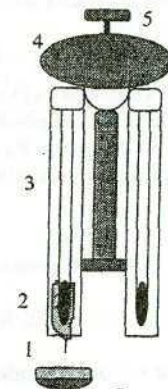

Рис. 16.
**Опис установки.** Психрометр Асмана (рис. 16), який використовують у цій роботі, складається з двох однакових термометрів 3 та механічного вентилятора 4. Резервуар із ртуттю одного термометра обгорнутий батиствою тканиною 2, яку перед вимірюванням змочують водою з посудини 1. Другий термометр залишається сухим. Вентилятору 4 надають обертового руху шляхом накручування його пружини ключем 5. У робочому режимі вентилятор забезпечує безперервне обдування обох термометрів